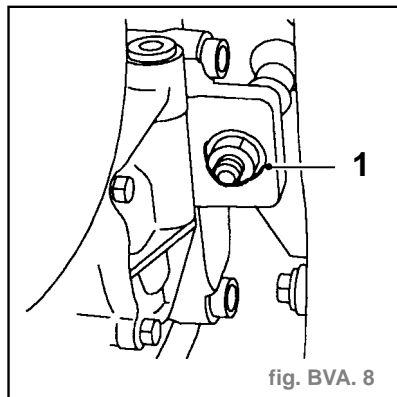

fig. BVA. 8
l'écrou maintenant le support de fixation de la boîte de vitesses (1) (fig. BVA. 8).